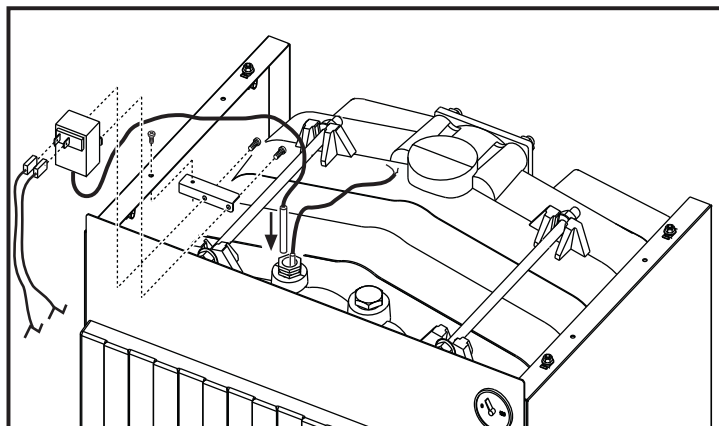

fig. 12
- Fissare la staffa e il termostato come indicato nella fig. 12.